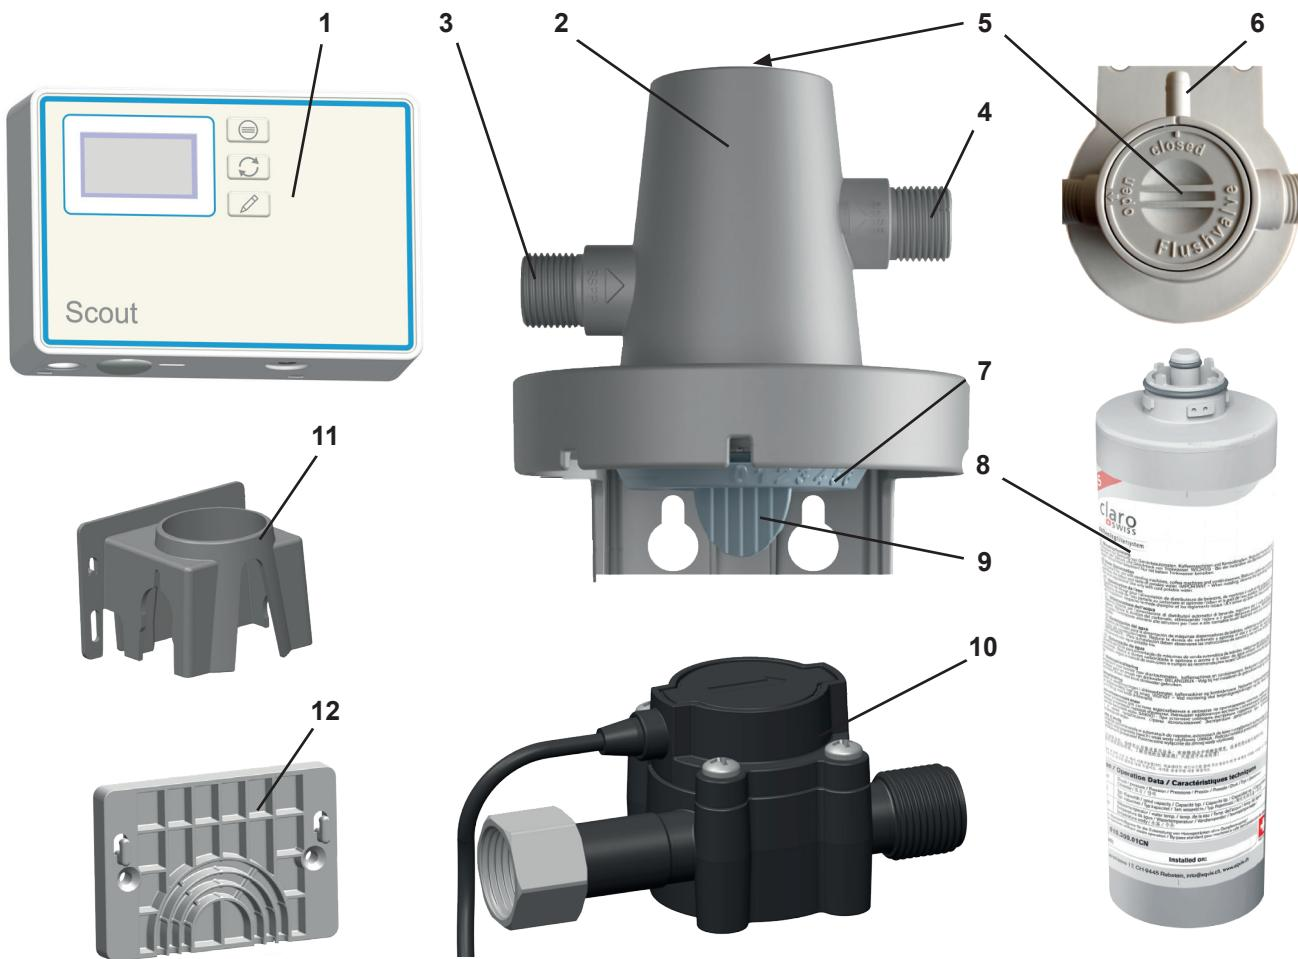

Рис. 1
- 1 POWER steamer water softener расходомер (поз. 1, 10, 11, 12, Рис. 1)